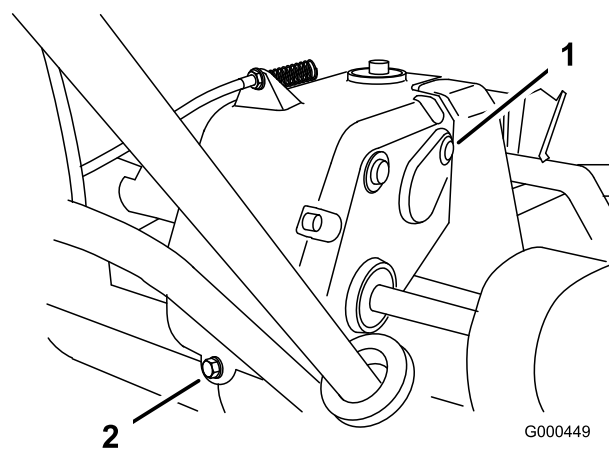

Figura 27
- Retire a válvula de verificação/enchimento do lado direito da transmissão (Figura 27).